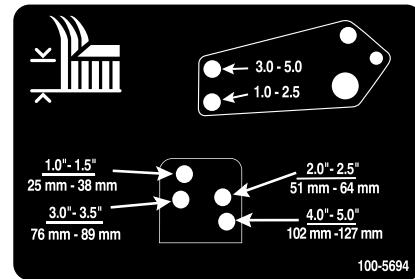

Bild 31
10. Flüchten Sie die Löcher des Stoßdämpferlenkers mit den ausgewählten Löchern in der Schnitthöhenhalterung am Mähwerkrahmen aus, setzen die Lastösenbolzen ein und bringen die Splinte an (Bild 31).